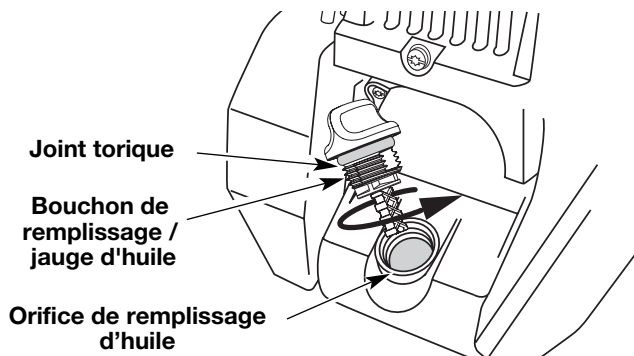

Fig. 58
- Si le niveau est trop bas, ajoutez un peu d'huile par l'orifice et revérifiez (Fig. 58). Continuez jusqu'à ce que le niveau d'huile atteigne le haut de la jauge.
**REMARQUE :** Assurez-vous que le joint torique est mis sur le bouchon de remplissage / jauge d'huile au moment de la vérification et du changement d'huile (Fig. 58).
3. Versez l'huile de l'orifice de remplissage dans un récipient en inclinant l'appareil à la verticale (Fig. 58). Allouez assez de temps pour une vidange complète.